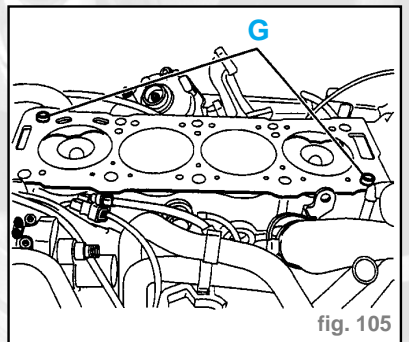

fig. 105
- Vérifier la présence des goupilles (G) (fig. 105).